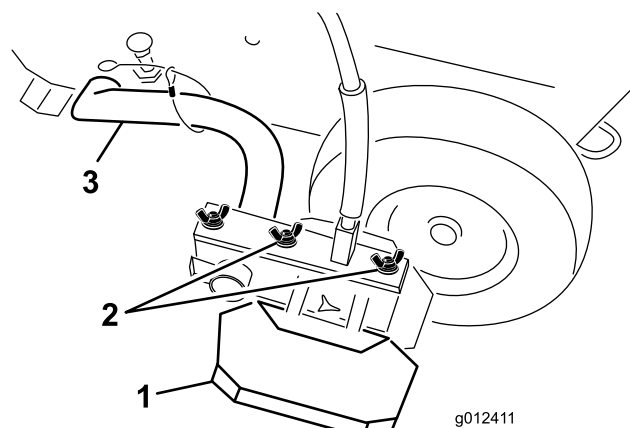

Figura 23
1. Desapertar as porcas de orelhas fixando as protecções de pulverização no braço da rampa (Figura 23).
2. Mova as protecções (Figura 23) para dentro ou para fora até obter o padrão de pintura pretendido. Certifique-se de que cada protecção se encontra a uma distância igual do pulverizador.